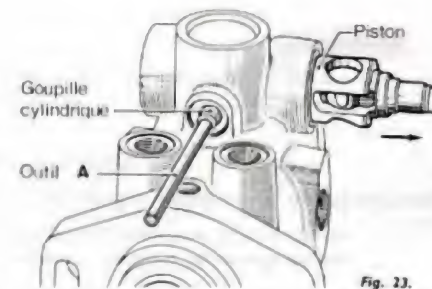

Fig. 23.
- Le bouchon (1),
- Le ressort (2),
- Le joint torique (3) et éventuellement la rondelle de compensation (4),
- Le bouchon (5) et son joint torique (6),
- Le bouchon raccord du tuyau de retour (7) et son joint (8),
- Le bouchon (9) d'obturation du trou de montage de la goupille cylindrique et son joint.
- Placer le piston de l'avance automatique dans une **position moyenne**, afin que la goupille soit dans l'axe du trou et extraire cette goupille avec l'outil (A) de fabrication locale (fig. 23 et 24).
- Sortir du carter le piston de l'avance, ainsi que son coulisseau (fig. 23 et 24).